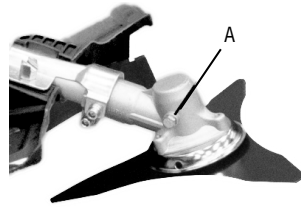

Fig. 32 – Lubrificação da caixa de transmissão
A caixa de transmissão (ponteira), deve ser lubrificada a cada 20 horas de trabalho, adicionando 5 g de graxa no parafuso lateral da ponteira (A), Fig 32.